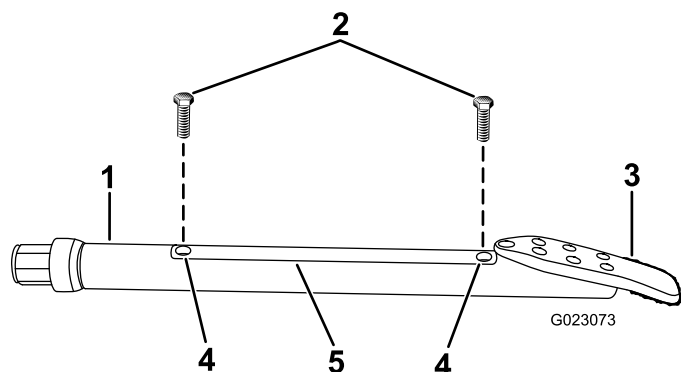

Bild 58
2. Lösen Sie die Schrauben, mit denen die Gehäuseabdeckung befestigt ist, und nehmen Sie die Abdeckung ab (Bild 58).
4. Montieren Sie die Gehäuseabdeckung und befestigen Sie sie mit den Schrauben (Bild 58).